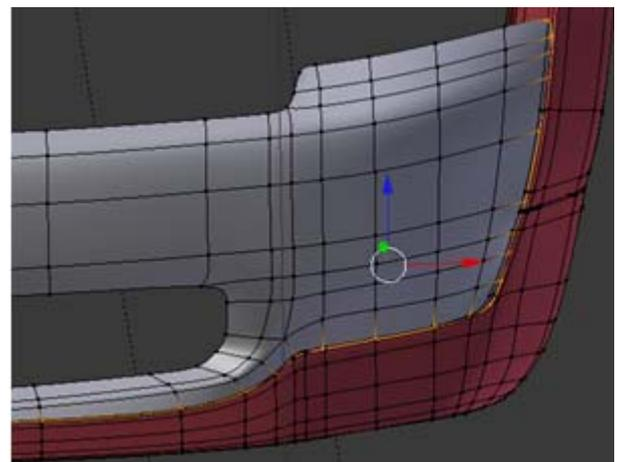

Figura 4.197
2. Alinhe os vértices fronteira de modo a garantir a adjacência com o plástico frontal e o aro da roda da fente, figura 4.197.